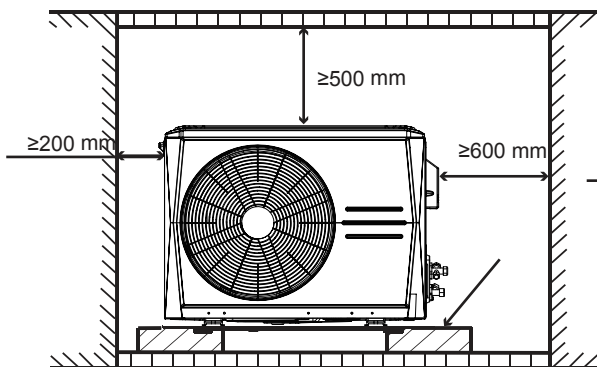

Fig 3-1
3.2.1 Espaço de instalação e manutenção da unidade de exterior, consulte a Fig 3-1 e a Fig 3-2 . (Unidade: mm)